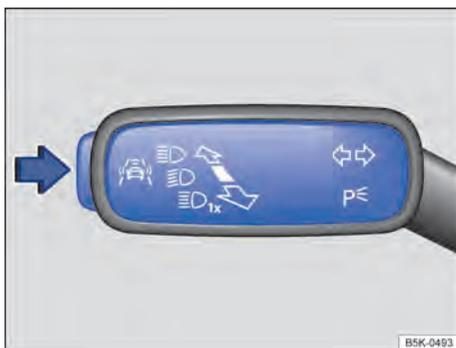

Fig. 60 Na alavanca dos indicadores de direção e do farol alto à esquerda da coluna de direção: botão dos sistemas de assistência ao condutor.
- Pressionar o botão → Fig. 60 no sentido da seta para acessar o menu **Assistentes**.